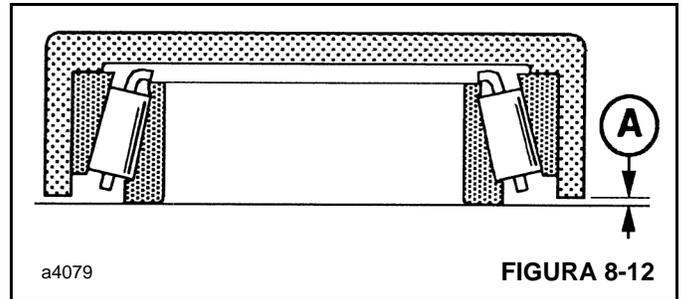

FIGURA 8-12
2. Posicione o copo de medição (rolamento da cabeça do pinhão, Figura 8-2) sobre o conjunto do rolamento. Meça a folga **A** (Figura 8-12). Adicione a profundidade da ferramenta (30,01 mm) à folga **A** para obter a profundidade do rolamento.